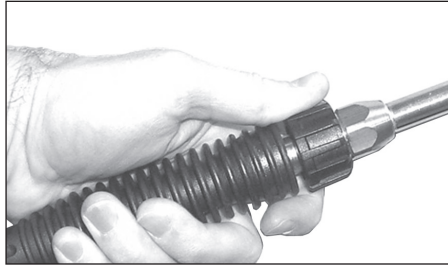

Figura 8 - Conecte la lanza a la pistola
1. Conecte la lanza a la pistola (Ver Figura 8).